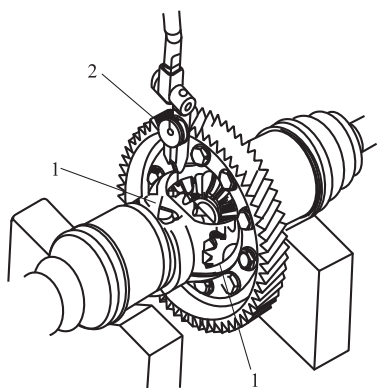

图 2-23 检测小齿轮的齿隙
② 将半轴安装到差速器上，将半轴放置在 V 形铁上，如图 2-23 所示。用百分表检测小齿轮的齿隙。齿隙标准值为 $0.05 \sim 0.15 \text{ mm}$ 。如果间隙与标准值不符，则更换差速器壳体。
③ 从差速器壳体上拆下主减速器从动齿轮，然后更换差速器壳体或主减速器从动齿轮。将主减速器从动齿轮安装到差速器壳体上。